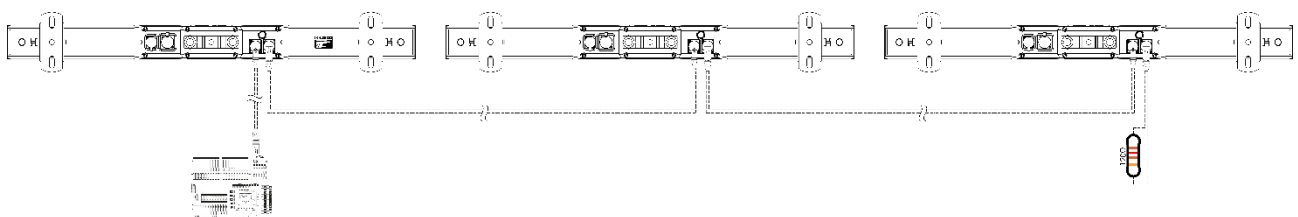

Abb. 05
- 04) Verbinden Sie die Geräte so wie in Abb. 05 gezeigt. Verwenden Sie ein DMX-Datenkabel, um die DMX-„OUT“-Buchse des ersten Geräts mit der „IN“-Buchse des zweiten Geräts zu verbinden. Wiederholen Sie diesen Vorgang, um das zweite und dritte Gerät ebenfalls anzuschließen.